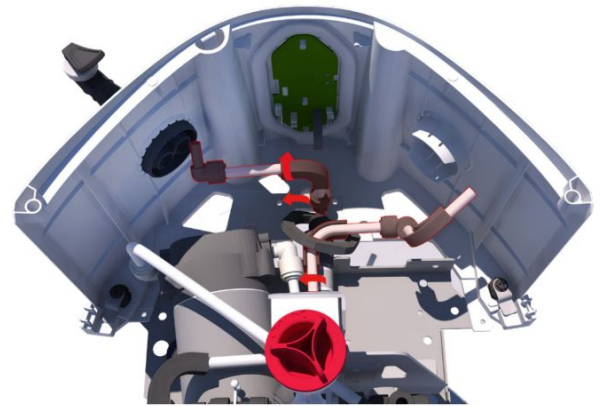

図6
2. 白いブランキングキャップを移動させて左側ディスペンスタップ穴に挿入します。しっかりと押し込んで固定します。(図6)
4. ディスペンシングチューブを右側のディスペンシングタップ側に回転させてください。(図6)